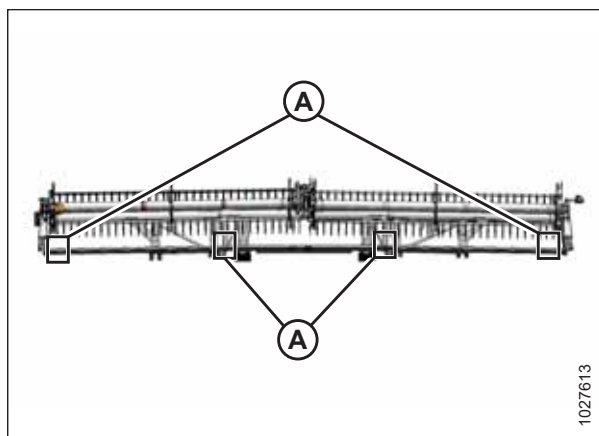

Figura 4.263: Locațiile de măsurare în cazul FlexDraper® – Rabator dublu
- Hedere cu rabator dublu: Figura 4.263, pagina 442